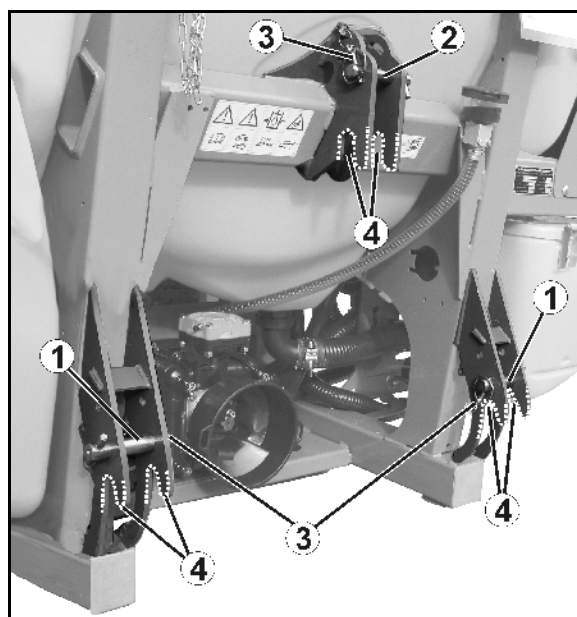

Fig. 28
- balancear hacia atrás (Fig. 28/1) para dejarla en posición de parada.
- balancear hacia delante (Fig. 28/2) para dejarla en posición de transporte.